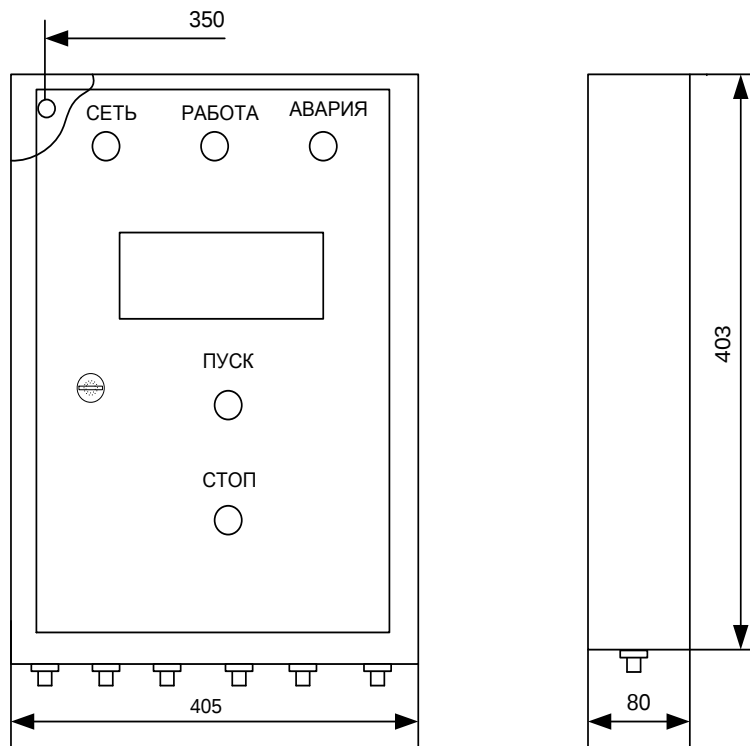

Рисунок 1 Габаритные чертежи блока БУК-МП-10
1.8.1. Блок управления представляет собой настенный блок сварной конструкции со съемной монтажной панелью. Габаритные и присоединительные размеры приведены на рис.1.